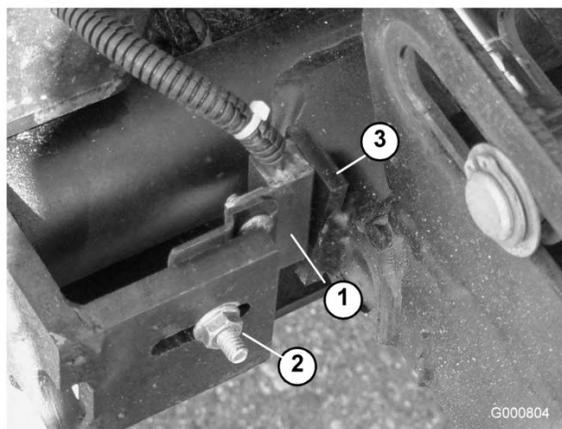

Figura 87
- Allentate il dado del bullone a testa tonda che fissa la staffa portainterruttore del braccio di sollevamento al braccio di sollevamento n. 4, 6 o 7 (Figura 87). N. 4 illustrato.